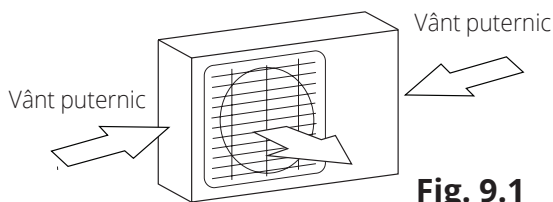

Fig. 9.1
- ✓ Dacă locația este expusă la vânt puternic (de exemplu: în apropierea unei litorale), unitatea trebuie așezată pe perete pentru a fi adăpostită de vânt. Dacă este necesar, utilizați o copertină. (Vedeți Fig. 9.1 & 9.2)